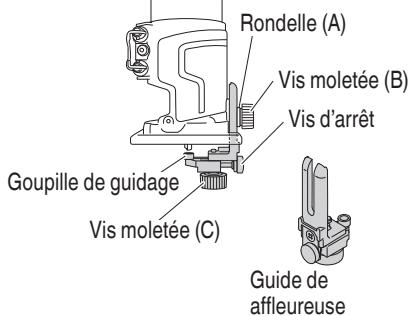

Fig. 18
- (1) Mettre en place le guide de affleureuse sur l'ensemble de la base avec la vis moletée (B).
- (2) Desserrez la vis moletée (B) pour déplacer le guide de affleureuse de haut en bas.
- (3) Desserrer la vis moletée (C) et tourner la vis d'arrêt pour déplacer la goupille de guidage. (Fig. 18)